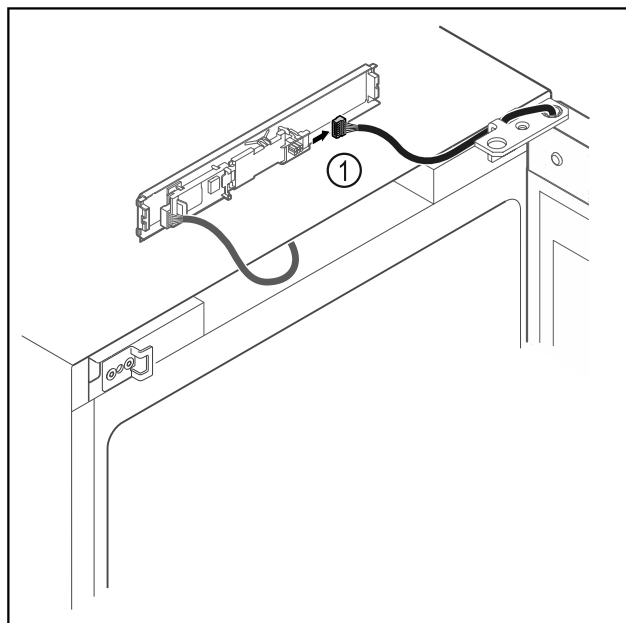

Fig. 7
- Scollegare il connettore Fig. 7 (1) dalla scheda.